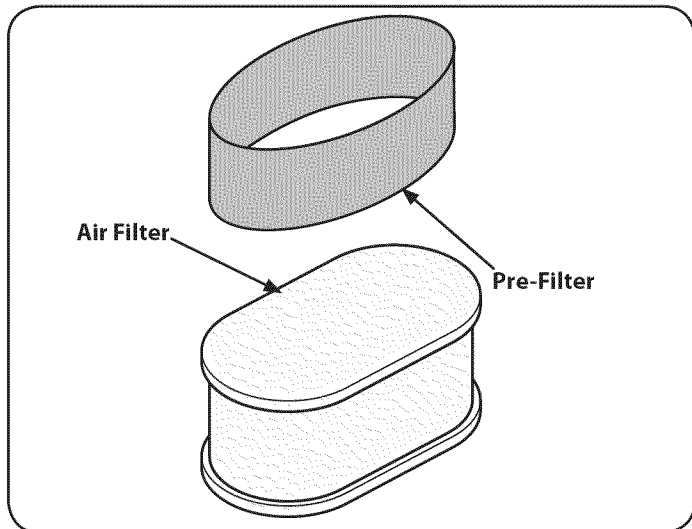

Figure 43
3. Retire el filtro de espuma de alrededor del filtro de aire de papel. Vea la Figure 43. Reemplace el elemento de papel cuando está sucio o dañado. Limpiar el elemento de espuma o reemplazar dañado.